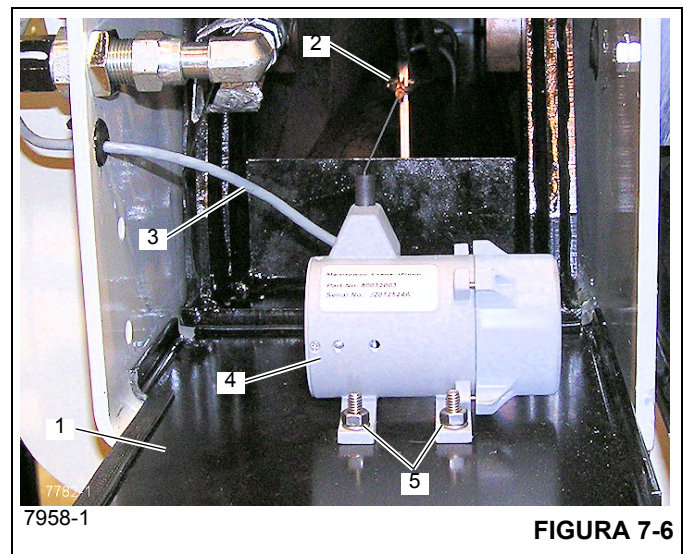

FIGURA 7-6
2. Retire la cubierta de la caja del estabilizador (1, Figura 7-6).
3. Desconecte la pinza de resorte (2, Figura 7-6) de su punto de conexión en la viga del estabilizador.
4. Desconecte el conector eléctrico (3, Figura 7-6) en el potenciómetro en serie (4).
5. Retire los tornillos (5, Figura 7-6) que aseguran el potenciómetro en serie; retire el potenciómetro en serie.
2. Utilizando los tornillos (5, Figura 7-6), monte el potenciómetro en serie (4) en la cubierta de la caja del estabilizador (1).
3. Conecte el conector eléctrico (3, Figura 7-6) al potenciómetro en serie (4).
4. Conecte la pinza de resorte (2, Figura 7-6) a su punto de conexión en la viga del estabilizador.
5. Monte la cubierta de la caja del estabilizador (1, Figura 7-6) en la caja del estabilizador.